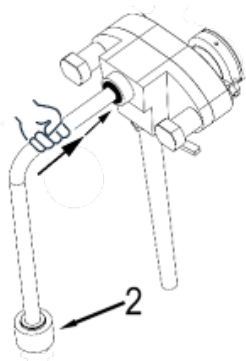

Fig. 34
- Inserire il tubo di flusso nella pompa e nel raccordo della vasca accertandosi che si blocchi emettendo due scatti, quindi verificarne il corretto bloccaggio manualmente. Lubrificare la vite del raccordo della vasca (numero 2 in Fig. 34) con il grasso alimentare fornito con l'apparecchiatura, quindi avvitarlo delicatamente sul fondo della vasca.